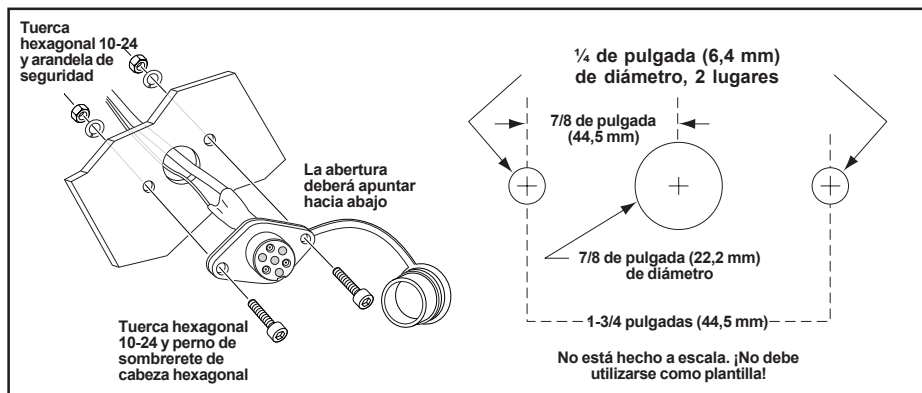

Figura 6: Instalación del tomacorriente remoto.
- Una vez determinada la ubicación de montaje para el tomacorriente remoto, haga tres taladros y proceda a instalarlo. (Consulte la figura 6.)